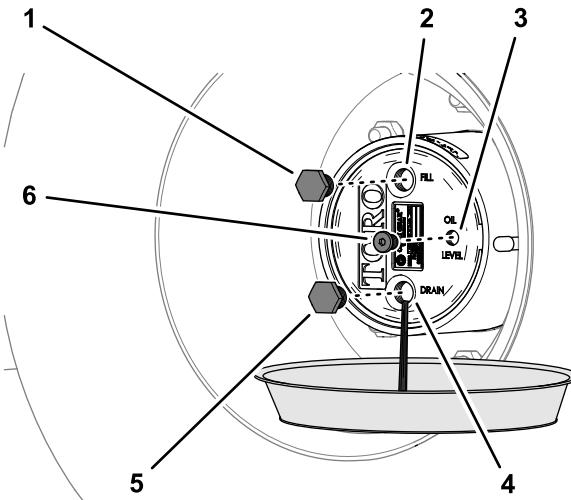

Bild 99
2. Stellen Sie eine Auffangwanne unter die Nabe des Planetengetriebes, entfernen Sie die Ablass-, Füll- und Prüfschraube und lassen Sie das Öl vollständig ablaufen (Bild 99).